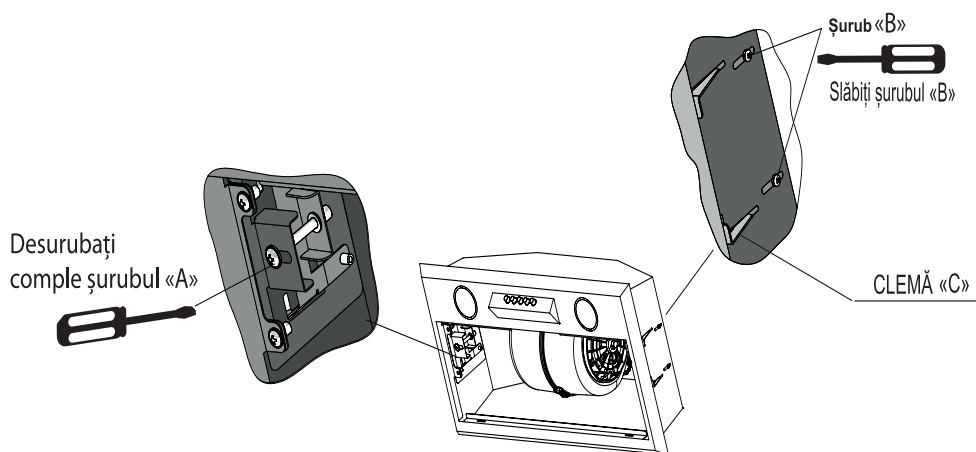

Fig. 10
10. Scoateți din carcasa hotei clemele C, figura 10 și înșurubați șurubul A, fig.10, până când clemele nu se vor fixa strâns de raftul 1